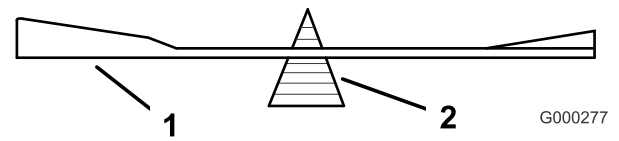

Figura 68
2. Verifique el equilibrio de la cuchilla colocándola sobre un equilibrador de cuchillas (Figura 68). Si la cuchilla se mantiene horizontal, está equilibrada y puede utilizarse. Si la cuchilla no está equilibrada, rebaje algo del metal afilando únicamente el extremo de la zona de la vela.